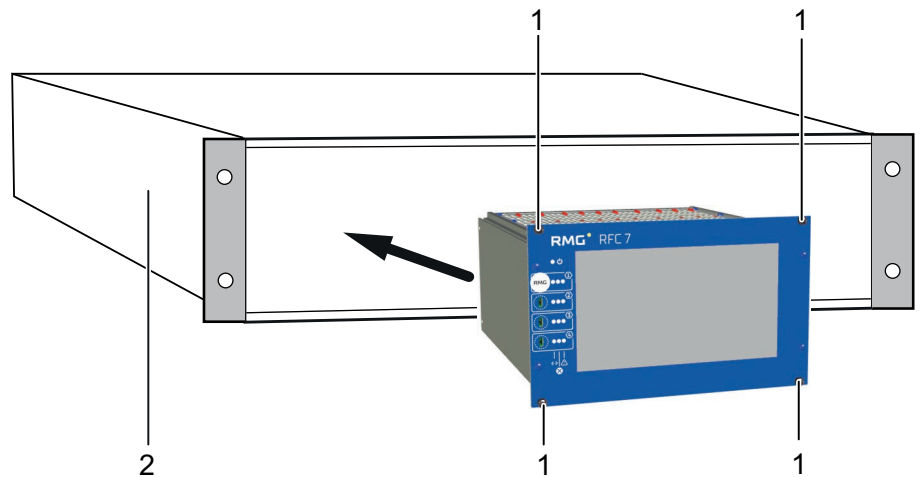

图 14: RFC 7 的正面板上螺栓的位置
2. 在所需位置上定位 RFC 7 并且用一把十字头螺丝刀将四个螺栓（图 14，位置 1）稍稍拧紧。